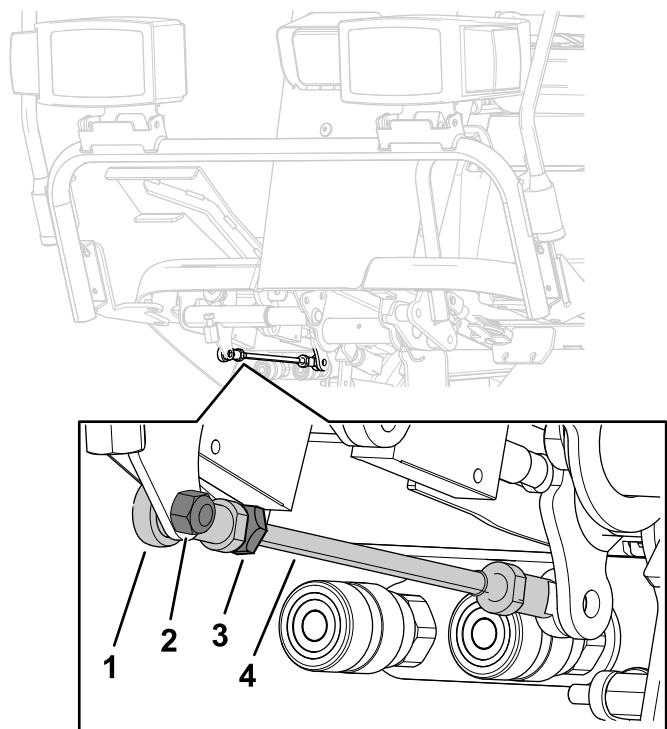

Figura 97
Dacă este necesar un reglaj suplimentar, reglai tija de traciune (Figura 97) după cum urmează:
5. Slăbii contrapiulița care fixează capătul tijei la tija de traciune (Figura 97).
7. Strângei contrapiulița (Figura 97) i fixai capătul tijei pe pedala de traciune cu urubul i piulița îndepărtate pentru a bloca unghiul pedalei.